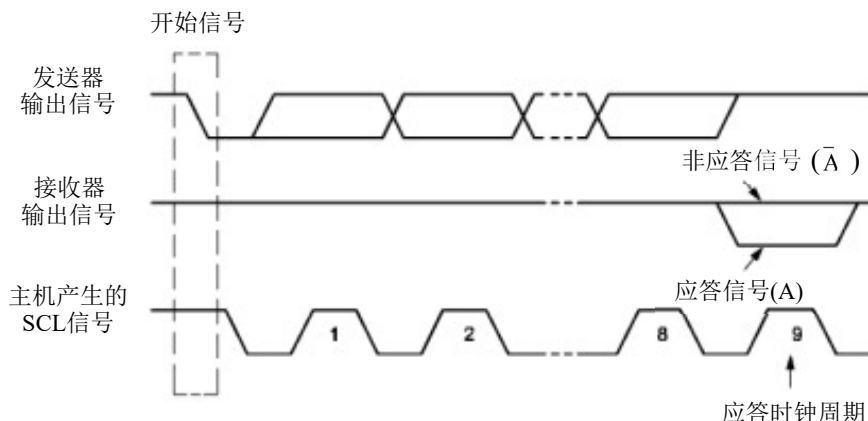

Figure 15-5 IIC 总线的应答信号
另一个从机通信。如 Figure15-5 所示，当 SCL 为高电平时，SDA 由高电平向低电平跳变，产生重新开始信号，它的本质就是一个开始信号。
应答信号 (A): 接收数据的 IIC 在接收到 8 位数据后，向发送数据的 IC 发出的特定的低电平脉冲。每一个数据字节后面都要跟一位应答信号，表示已收到数据。应答信号在第 9 个时钟周期出现，这时发送器必须在这一时钟位上释放数据线，由接收设备拉低 SDA 电平来产生应答信号，由接收设备保持 SDA 的高电平来产生非应答信号 (\bar{A})，如 Figure15-5 所示。所以，一个完整的字节数据传输需要 9 个时钟脉冲。如果从机作为接收方向主机发送非应答信号，这样，主机方就认为此次数据传输失败；如果是主机作为接收方，在从机发送器发送完一个字节数据后，发送了非应答信号，从机就认为数据传输结束，并释放 SDA 线。不论是以上哪种情况都会终止数据传输，这时，主机或是产生停止信号释放总线，或是产生重新开始信号，开始一次新的通信。开始信号、重新开始信号和停止信号都是由主控制器产生，应答信号由接收器产生，总线上带有 IIC 总线接口的器件很容易检测到这些信号。